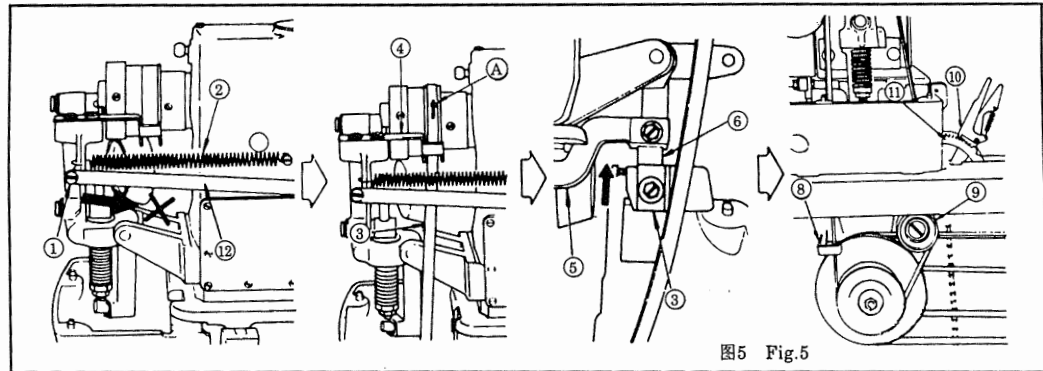

图5 Fig.5
4.平皮带的安装方法 图5
4. ATTACHING THE FLAT BELT Fig.5